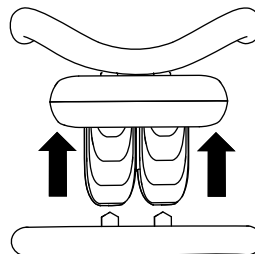

Figura 6
- Para desplazarse hacia adelante, mueva el control de tracción hacia adelante (Figura 6).